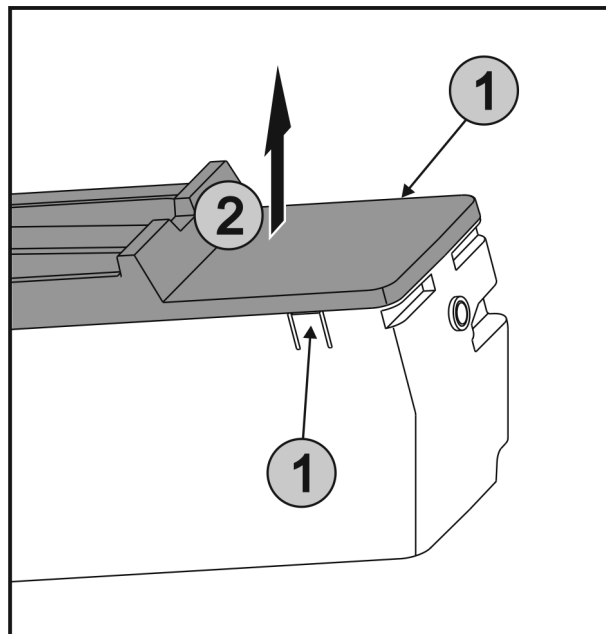

Fig. 51
- Одновременно нажать на накладки Fig. 51 (1) на обеих сторонах EasyTwist-Ice и снять крышку Fig. 51 (2) движением вверх.